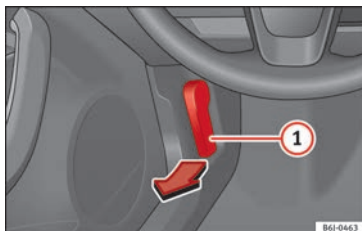

Fig. 8 Ver ubicación en la Fig. 3
- Abrir el capó: tire de la palanca que hay debajo del tablero de instrumentos » fig. 8 ①.